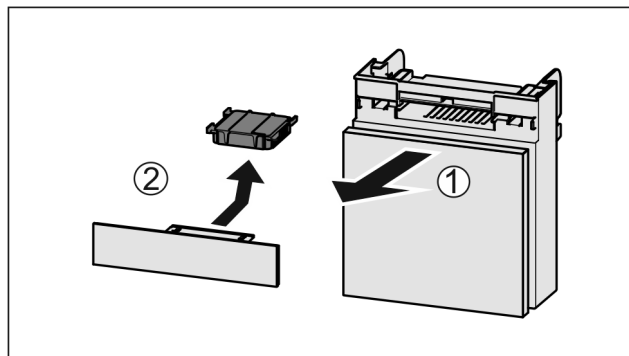

Fig. 31
- ▶ Wyciągnąć Fig. 31 (1) komorę do przodu.
- ▶ Wyjąć Fig. 31 (2) filtr z węglem aktywowanym.